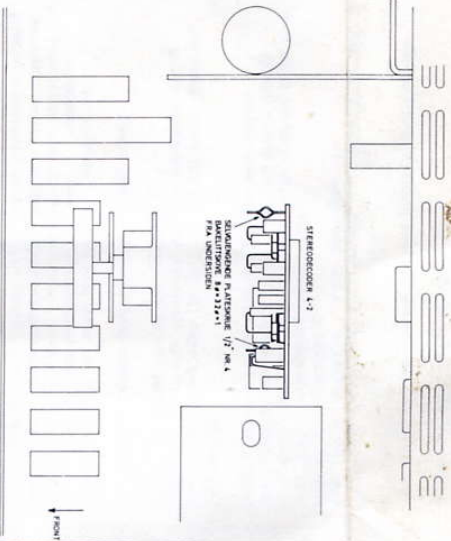
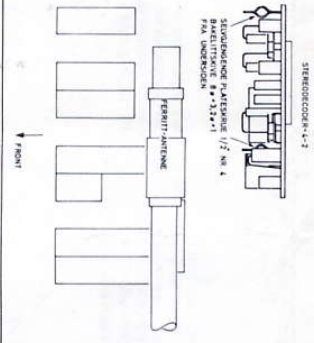

Fig. 1. Montering av stereodekoder 4-2 i HI-FI FM.
Fig. 2. Montering av stereodekoder 4-2 i SS-11.
2. Trekk ut ekvivalenktorget og monter dekoderen som vist i fig. 1 (HI-FI FM) eller fig. 2 (SS-11). Legg isolasjonsskivene mellom skruhodene og hovedplattens folieside og fest med to skruer fra TK-platens folieside.